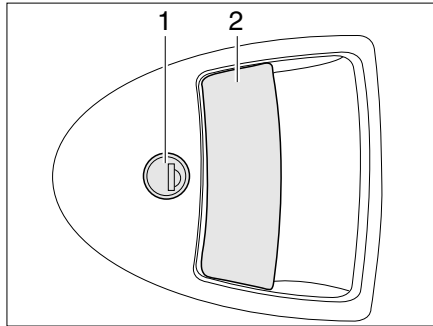

Bild 20 Türschloss, außen
- Schlüssel in Schließzylinder (Bild 20,1) stecken und im Uhrzeigersinn drehen, bis das Türschloss entriegelt ist.
- Am Türgriff (Bild 20,2) ziehen. Die Tür ist geöffnet.
- Schlüssel in Schließzylinder (Bild 20,1) stecken und entgegen dem Uhrzeigersinn drehen, bis das Türschloss verriegelt ist.